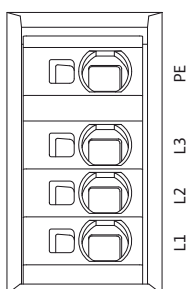

fig. 26: Morsetti di potenza (morsetti di alimentazione dalla rete)
- Morsetti di potenza (morsetti di alimentazione dalla rete) (fig. 26)